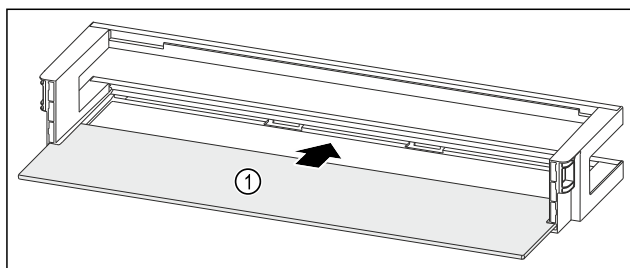

Fig. 250 Rafti i derës me raft mbajtës
- Futni raftin mbajtës Fig. 250 (1) në fole të anësore.